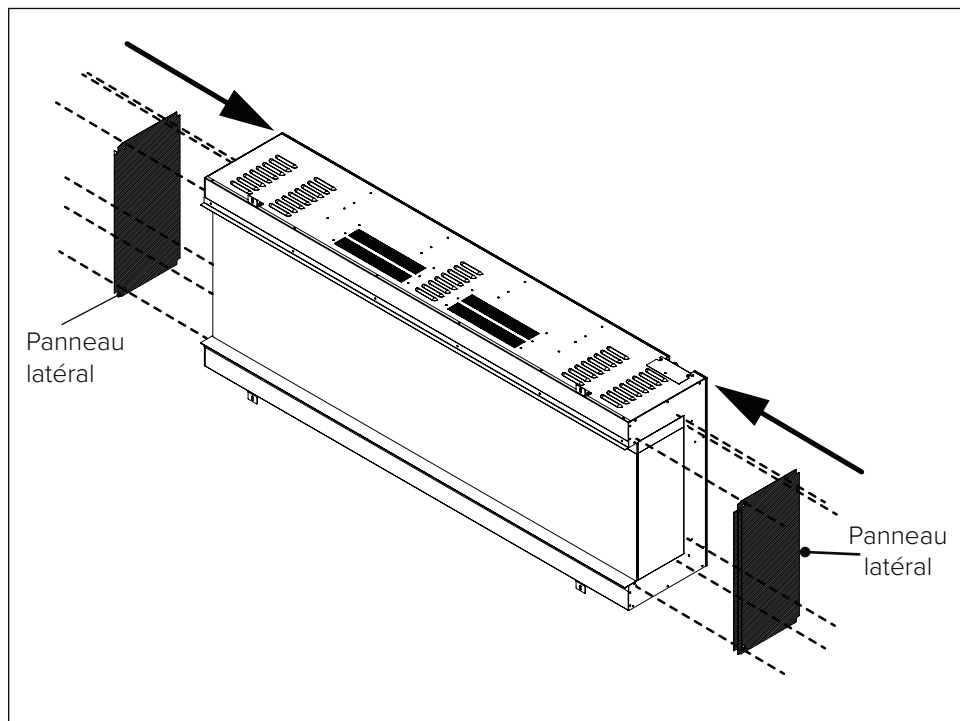

Fig. 6
1. Refixez les deux panneaux latéraux à l'aide des 12 vis retirées précédemment (**Fig. 6**).